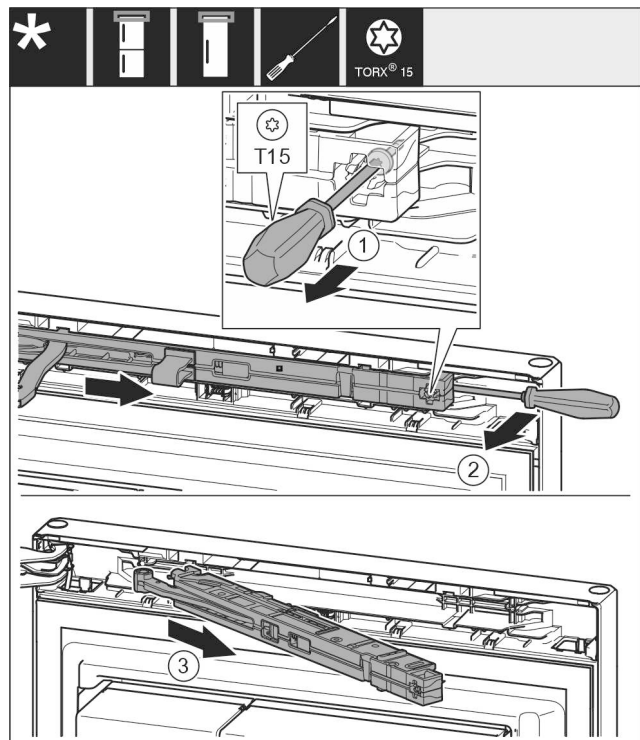

Fig. 12
- ▶ Oldja ki a csavart Fig. 12 (1) a záráscsillapító egységen 14 mm méretű csavarhúzóval.
- ▶ Emelje ki a záráscsillapító egységet Fig. 12 (2) a fogantyú felőli oldalon csavarhúzó segítségével felfelé.
- ▶ Húzza ki a záráscsillapító egységet Fig. 12 (3).